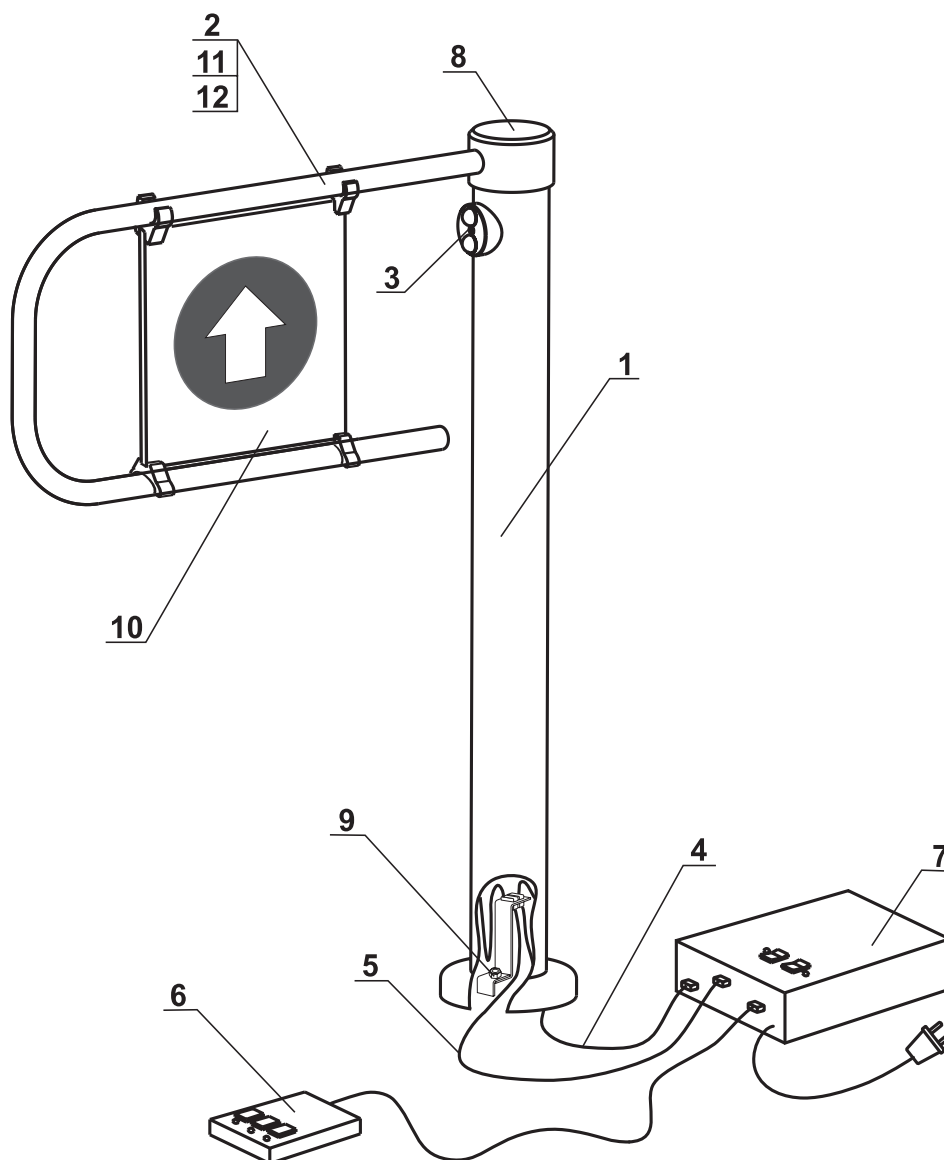

Рис. 2. Чертеж общего вида калитки PERCo-WHD-04:
4.1 Комплект поставки (номера позиций см. рис. 2)
Подвод кабелей питания и управления (поз. 4, 5, рис. 2) от БПК к МУ — по кабельному каналу (рис. 6).
5.2.2. БПК (поз. 7, рис. 2) выполнен в виде отдельного прибора в закрытом металлическом корпусе, обеспечивающем настенное крепление с наружной антисдергивающей фиксацией. Возможно настольное применение БПК.
5.2.3. ПУ (поз. 6, рис. 2) выполнен в виде небольшого настольного прибора в корпусе из ударопрочного пластика с гибким многожильным кабелем, на котором имеется разъем для подключения к БПК. ПУ предназначен для задания и индикации режимов при ручном управлении работой калитки.